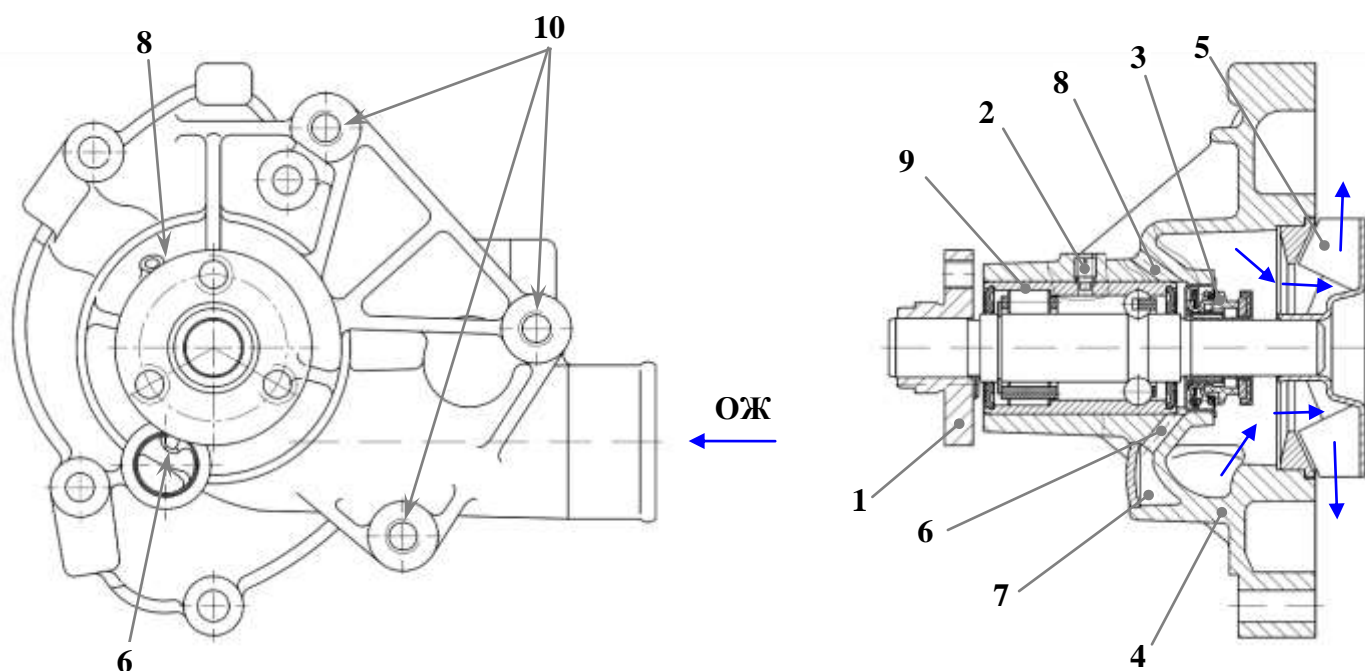
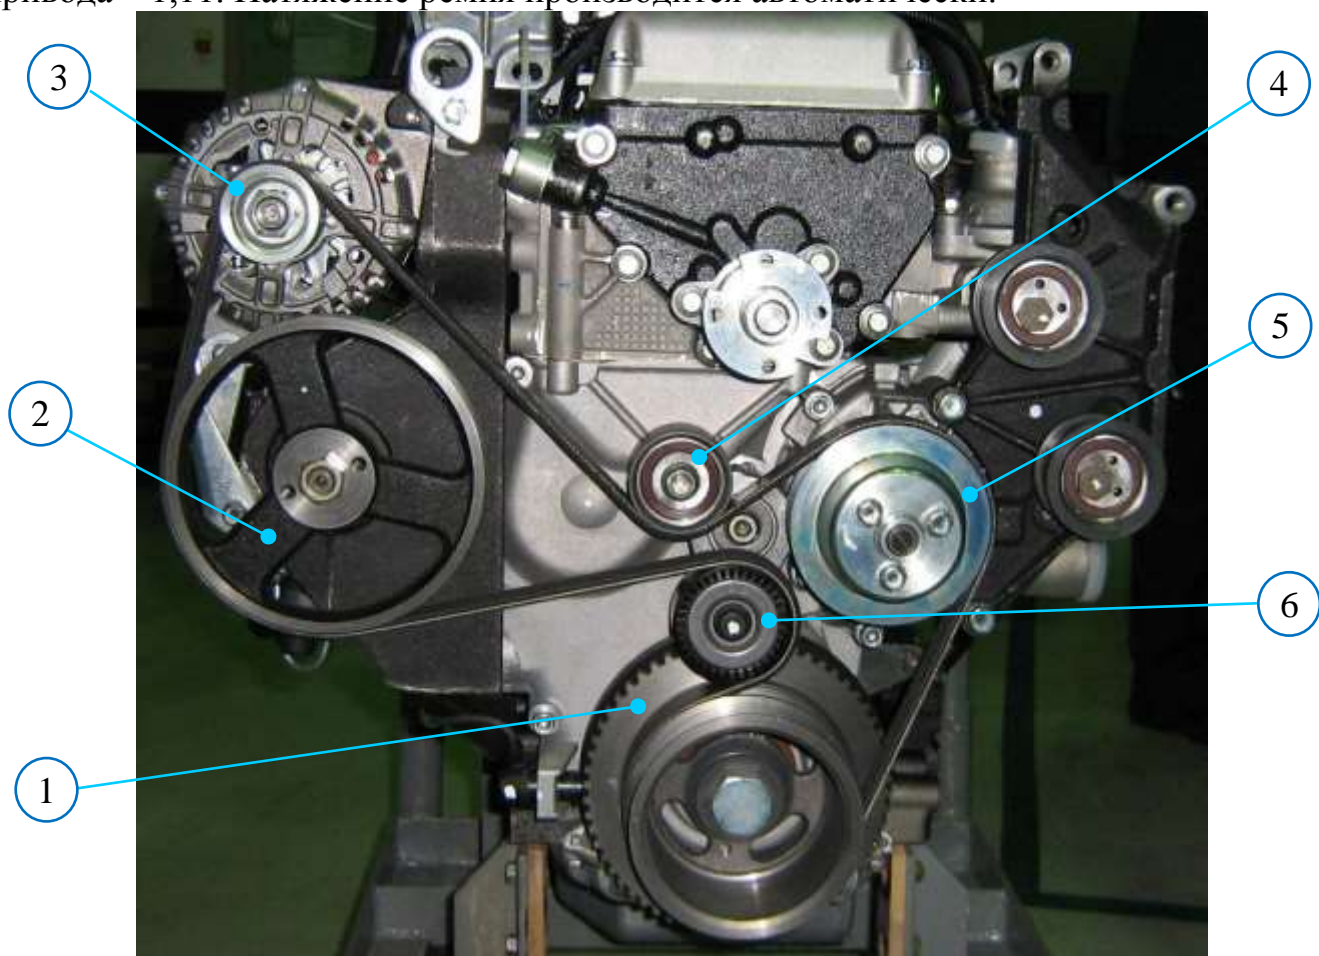

Рис. 40. Водяной насос:
Рис. 41. Привод водяного насоса, генератора и ТНВД:
**Водяной насос** (рис. 40) – центробежного типа, установлен на крышке цепи, подача охлаждающей жидкости насосом осуществляется в блок цилиндров двумя потоками.
**Привод водяного насоса** (рис. 40) осуществляется от шкива коленчатого вала поликлиновым ремнем 51432.1308020 «6РК1600» (эффективная длина ремня  $1600 \pm 5$  мм) (рис. 41) совместно с генератором и ТНВД. Передаточное отношение привода – 1,11. Натяжение ремня производится автоматически.
ОАО «ЗМЗ» комплектует двигатели ЗМЗ-51432 ремнями производства ОАО «БРТ» изготовленными из материала EPDM «этилен пропилен диен мономер» – этилен пропиленового каучука (рис. 41). Ремни, изготовленные из материала EPDM, обладают большей долговечностью, износостойкостью тепло- и морозостойкостью.
Привод ТНВД осуществляется совместно с водяным насосом и генератором поликлиновым ремнем 6РК1600 от шкива коленчатого вала. Натяжение ремня производится автоматически механизмом натяжения ремня (рис. 40, 43).